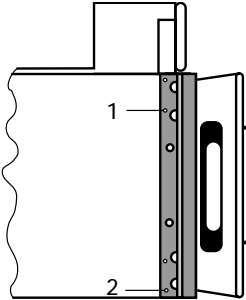

Abb. 9
- Die Schutzleiste durch Entfernen der Befestigungsschrauben 1 und 2 abnehmen (siehe Abb. 9). Leiste abnehmen und Schrauben wieder andrehen.